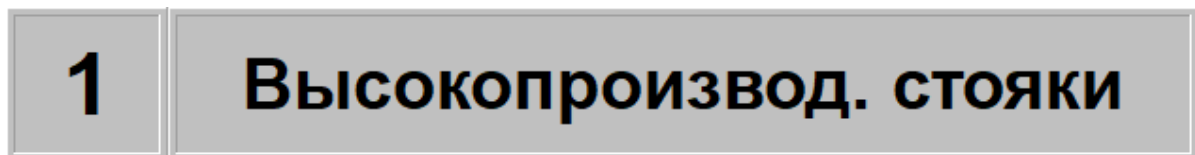

Рисунок 13. Номер выбранного стояка налива и название текущего режима.
- **Номер выбранного стояка налива и название текущего режима** – текстовые поля, содержащие информацию о номере выбранного стояка налива и текущем режиме (прием или отгрузка), см. рисунок 13;